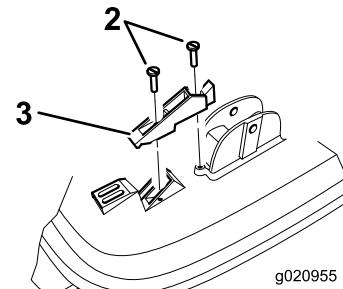

Figure 1
4. En tapant légèrement, introduisez les inserts (M4) dans les 2 trous du plateau de coupe, comme montré à la Figure 1.
5. Placez le support de butée supérieur au sommet du plateau, comme montré à la Figure 1 et fixez-le en place avec 2 vis (M4).